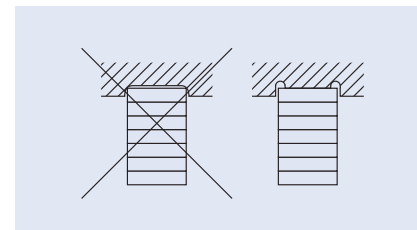

Abb. 57: Vollflächiger Kontakt des Aktors
- ▶ Wenn die Ankopplung des Aktors in einer Frästasche erfolgt, stellen Sie sicher, dass an der Endfläche des Aktors vollflächiger Kontakt besteht. Wählen Sie dazu die Abmessungen der Frästasche entsprechend oder bringen Sie in der Frästasche Freischnitte an (Abb. 57).